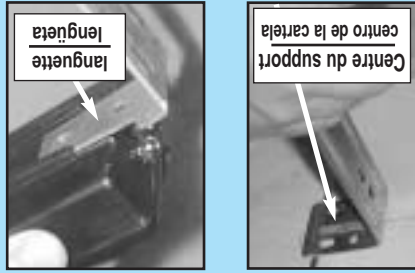

FIG. 3-2 Installer les supports. Monter les cartelas
- Centrar la cartela en la marca (Fig. 3-2).
- Apretar los 2 tornillos (44) (Fig. 3-2).
- Centrer le support sur le repère (Fig. 3-2).
- Les fixer à l'aide de 2 vis (44) (Fig. 3-2).